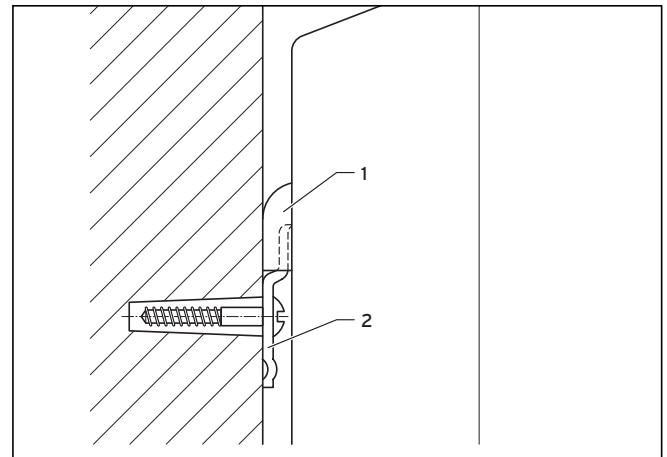

Abb. 4.7 Elektro-Warmwasserspeicher aufhängen
- Hängen Sie den Elektro-Warmwasserspeicher mit den Aufhängenocken (→ **(2)**, **Abb. 4.7**) von oben an den Halter (→ **(1)**, **Abb. 4.7**). Die Anschlussstutzen zeigen beim Untertischgerät nach oben und beim Übertischgerät nach unten.